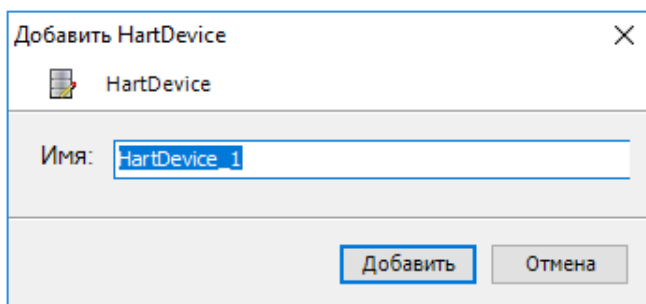

Рисунок 10 – Добавление контейнера
- откроется окно **Добавить HartDevice**. В поле **Имя** укажите имя контейнера. Например, это может быть название датчика (опрашиваемого устройства) (Рисунок 10). Нажмите кнопку **Добавить**.